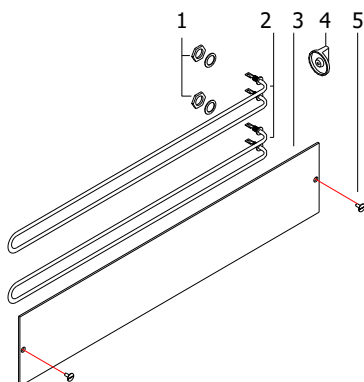

Abbildung 12
- b) Ziehen Sie die Bedienelemente (4) (siehe Abb. 12) aus den Schaltern. Entfernen Sie das Bedienfeld, indem Sie die Schrauben, mit denen es befestigt ist, vollständig entfernen. Entfernen Sie die Schrauben von der Rückwand und ziehen Sie sie nach links, um sie zu entfernen
- d) Entfernen Sie das Glas (3) und schrauben Sie die Muttern (5) von der Vorderseite ab.
- e) Entfernen Sie die Muttern (1) vom Element (2) und nehmen Sie es aus dem Fach.